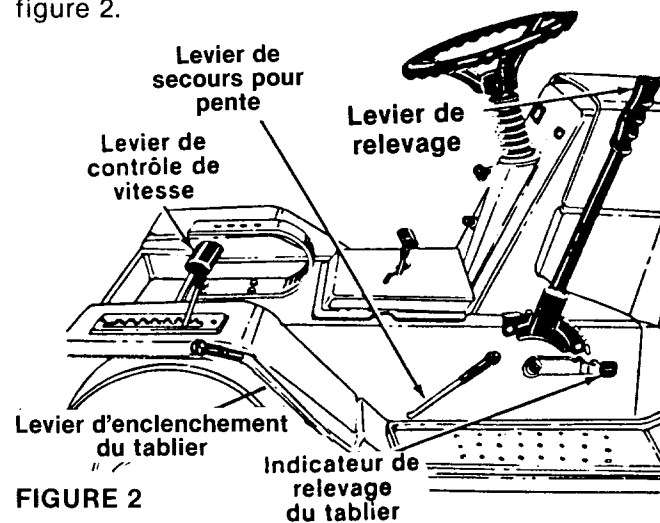

FIGURE 2
Elle se trouve sur la gauche du tracteur. Le fait d'enfoncer à moitié la pédale de frein/embrayage libère l'embrayage et enclenche le frein à disque. Voir la figure 2.
Si vous devez vous arrêter sur une pente, maintenez la manette du frein d'appoint en relâchant la pédale de frein/embrayage jusqu'à ce que le tracteur commence à avancer. Relâchez la manette. Celle-ci permet d'effectuer des démarrages en douceur et d'enclencher l'embrayage pendant le relâchement de la pédale. Voir la figure 2.
Elle se trouve sur le côté droit de la machine et sert à relever et à abaisser le tablier de coupe et les autres accessoires. Déplacez la manette vers la droite, puis vers l'avant ou vers l'arrière jusqu'à l'obtention de la position désirée et relâchez la manette. Voir la figure 2.
**INDICATEUR DE RELEVAGE DU TABLIER.** Il indique la position utilisée pour la manette de relevage. Choisissez la position désirée, poussez l'indicateur vers l'extérieur et placez-le à la position juste en dessous de la manette. Relâchez la manette de l'indicateur. Voir la figure 2.